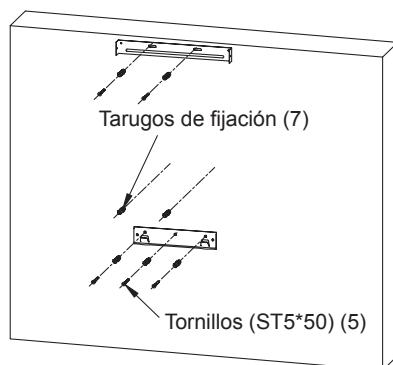

Fig.3
- Sujetar la placa de instalación y la placa de instalación para chimenea, ver la imagen de referencia (Fig.3).